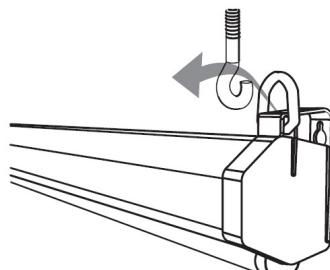

Рис. 2
- **крепление на потолок:** для монтажа экрана на потолок в конструкции предусмотрены 2 монтажных кольца, которые следует зацепить за монтажные крюки (не входят в комплект поставки), как показано на Рис.2. Расстояние между крюками, установленными на потолке должно равняться расстоянию между монтажными кольцами экрана. Для монтажа экранов, отмеченных в таблице *, см. Рис 3.